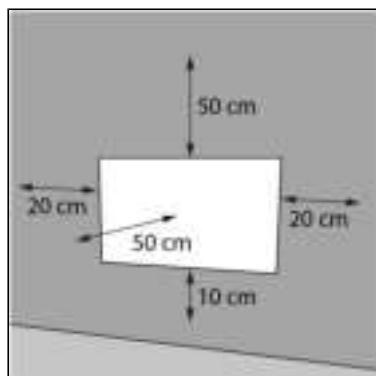

Abbildung 28.
2. Platzieren Sie das Gerät mit einem Mindestabstand (Abbildung 28) von: